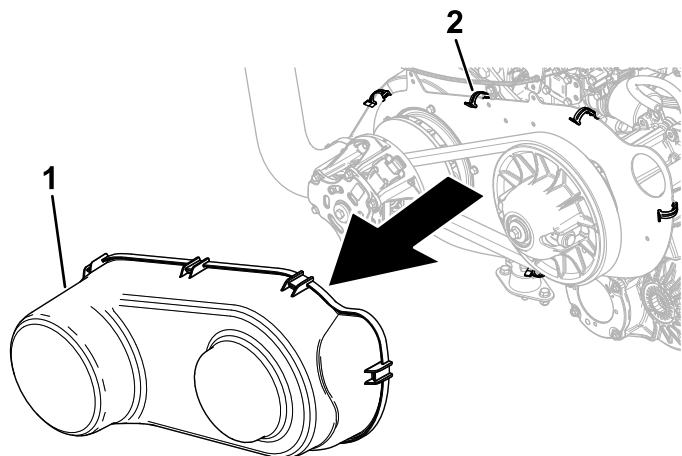

Figura 86
5. Sganciate le 6 molle di serraggio che fissano il copricinghia e rimuovete la copertura (Figura 86).
8. Montate il copricinghia (Figura 86).
10. Montate il copricinghia (Figura 86).